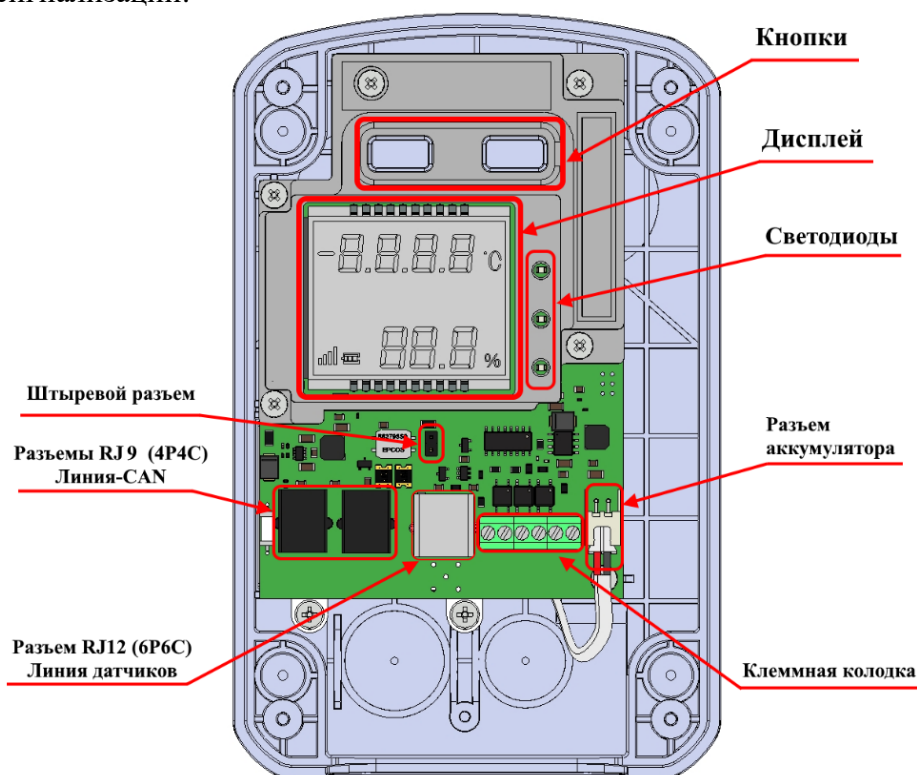
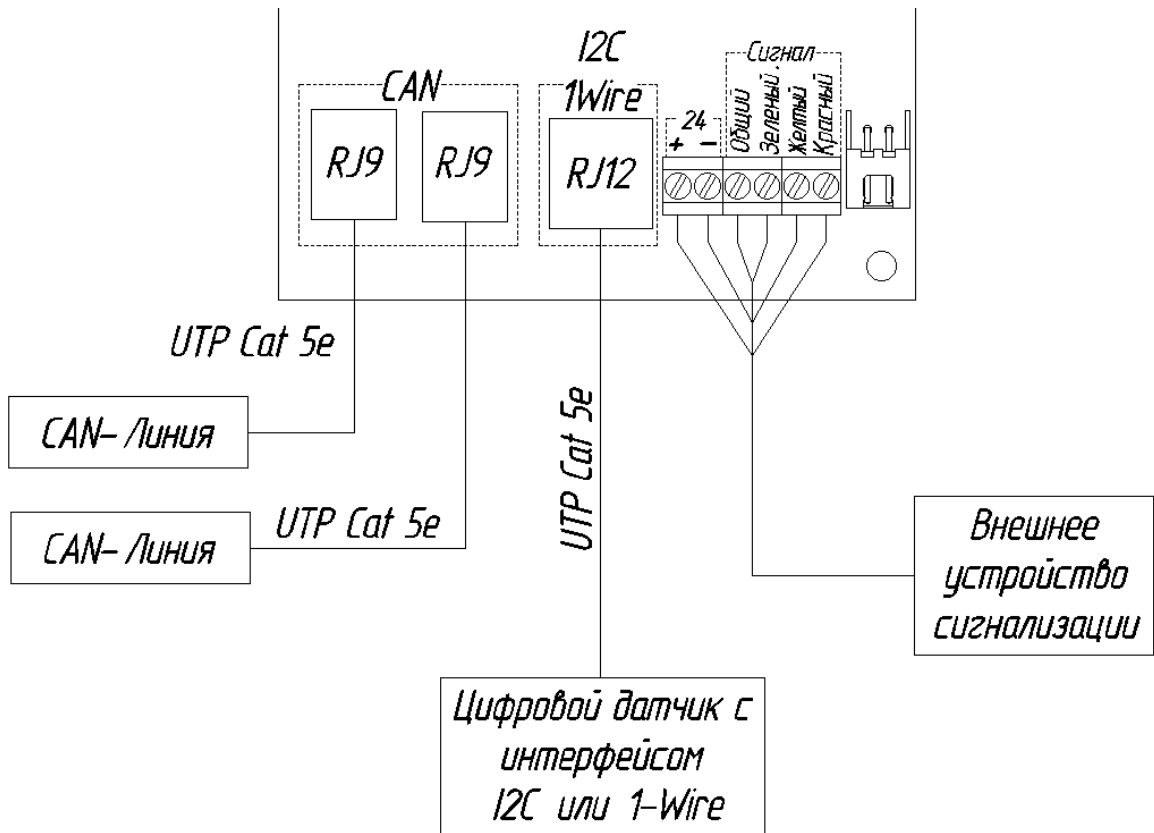

Рисунок 3 –Внутреннее строение изделия
Рисунок 7 – Схема внешних подключений
1.3.1.4 Под лицевой крышкой корпуса изделия расположены две резиновые кнопки, штыревой разъем для переключки, разъёмы 4P4C (RJ9), разъем 6P6C (RJ12), клеммная колодка, разъем для подключения аккумулятора резервного питания (рисунок 3).
2.5.2.1 На последний в линии узел устанавливается терминатор (перемычка) на штыревой разъем (см. рис.3).
2.5.3 Подключение датчиков производится к линии датчиков (см. рис. 3, рис. 7).
2.5.4 Внешнее устройство сигнализации подключается к зажимам клеммной колодки выходного реле изделия (см. рис.7).